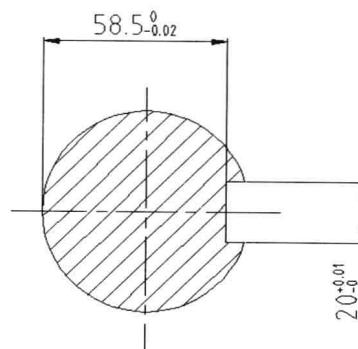

图 7-6-4
(4) 双击右侧标注对象，打开“特性”选项板，在公差栏下，修改下偏差值为0，上偏差值为+0.01，按Esc键，取消选择。此时标注公差值单独修改后如图7-6-4所示。